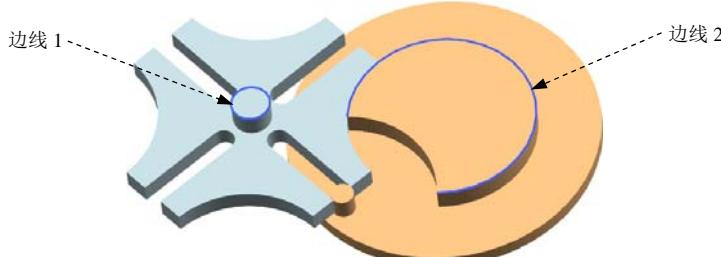

图 6.4.2 定义运动副
(1) 选择下拉菜单  →  命令，系统弹出“运动副”对话框；在“运动副”对话框 **定义** 选项卡的 **类型** 下拉列表中选择  选项；在模型中选取图 6.4.2 所示的边线 1 为参考，系统自动选择连杆、原点及矢量方向。
(2) 单击 **确定** 按钮，完成旋转副的定义。
(1) 选择下拉菜单  →  命令，系统弹出“运动副”对话框；在“运动副”对话框 **定义** 选项卡的 **类型** 下拉列表中选择  选项；在模型中选取图 6.4.2 所示的边线 2 为参考，系统自动选择连杆、原点及矢量方向。
(2) 单击“运动副”对话框中的**驱动**选项卡；在**驱动**区域的**旋转**下拉列表中选择**恒定**选项；在**初速度**文本框中输入值120。
(3) 单击**确定**按钮，完成旋转副的定义。